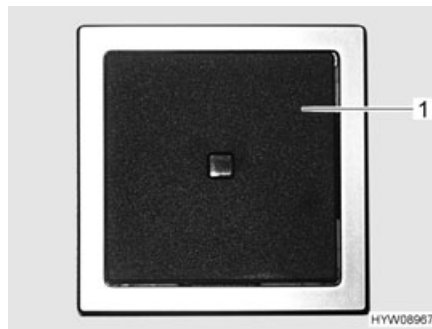

Fig. 100 Interruttore di comando (scaldacqua)
Con l'interruttore di comando (Fig. 100,1) si inserisce la modalità di funzionamento elettrico. La spia di controllo nell'interruttore deve accendersi.
- Inserire l'interruttore di comando (Fig. 100,1). La spia di controllo nell'interruttore si accende. L'acqua nello scaldacqua viene riscaldata a 65 °C.
- Spegnere l'interruttore di comando (Fig. 100,1). La spia di controllo nell'interruttore si spegne.
- Spegner l'interruttore di comando (Fig. 100,1). La spia di controllo nell'interruttore non si accende.